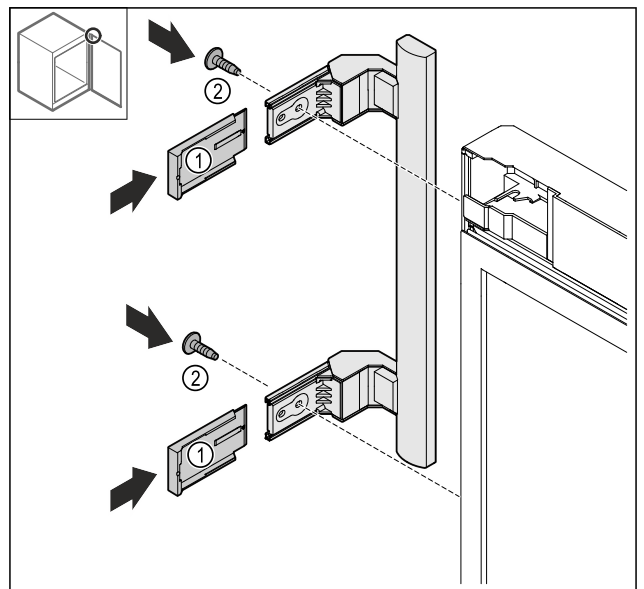

Fig. 26
- ▶ Надвиньте крышки Fig. 26 (1).